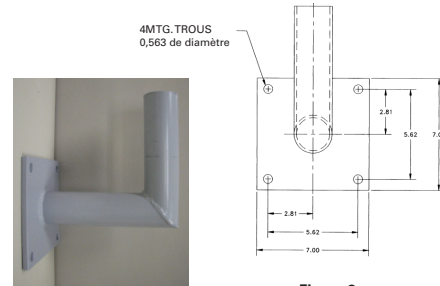

Figure 2 – Écrou SWB6 Forme des trous
- Déterminer l'emplacement du montage de la console SWB6 à l'aide des trous de boulons indiqués à la figure 2.
- Monter la console SWB6 (le coude vers le haut) à l'aide de quatre (4) boulons de 1,25 cm (1/2 po) (non fournis) ou en les soudant en position.